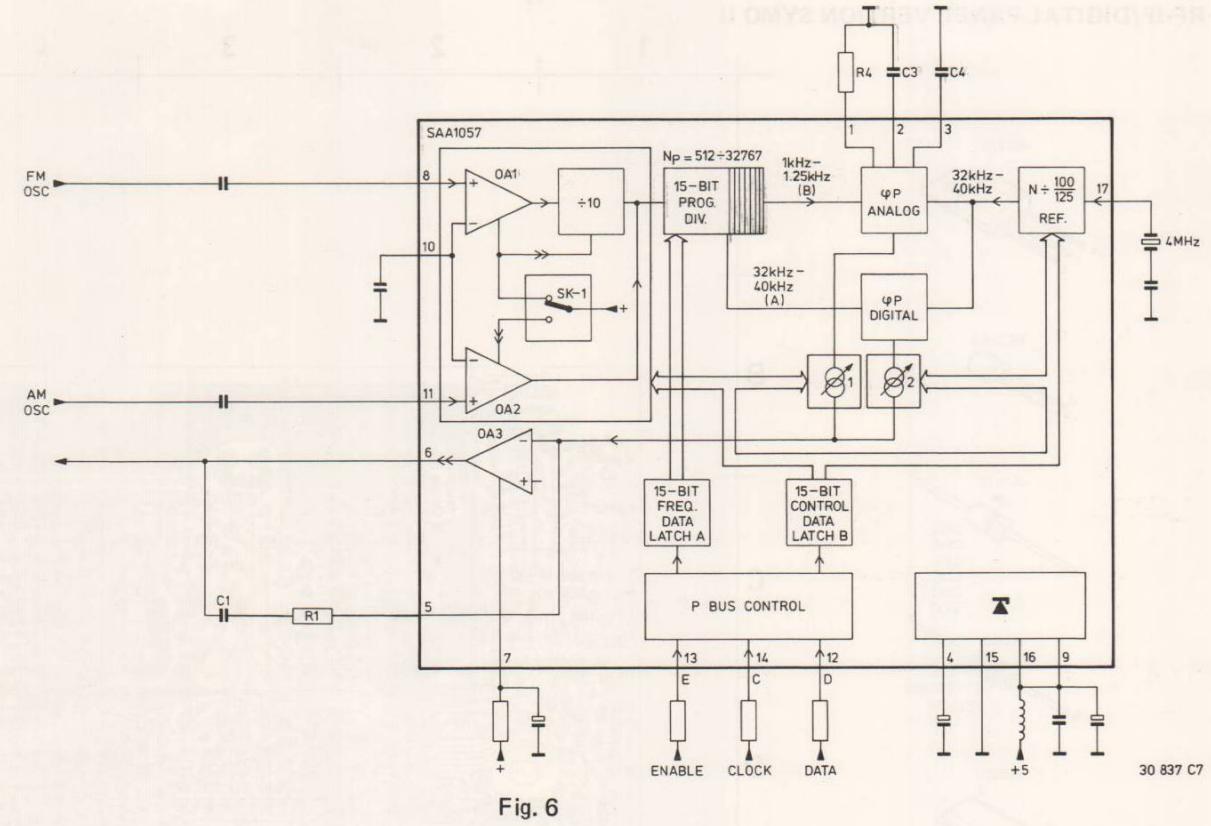

Fig. 6
**SYNTHESIZER SAA1057 (zie Fig. 6)**